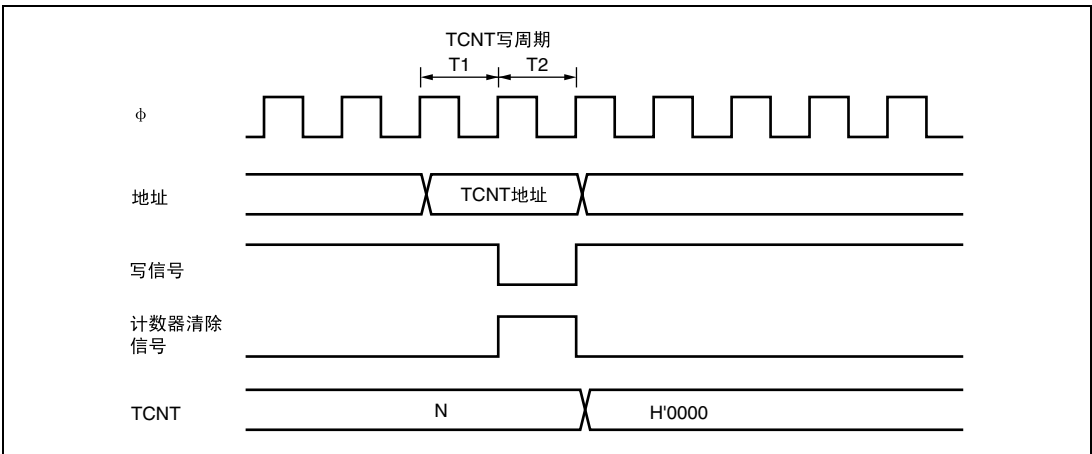

图 11.24 TCNT 的写操作和清除的竞争
2. 对寄存器的写操作在写周期中的 T2 状态进行。如图11.24所示，如果在TCNT写周期中的 T2 状态产生计数器清除信号，就优先清除TCNT而不对TCNT进行写操作。当对 TCNT 的写操作和 TCNT 的累加计数发生竞争时，写优先。